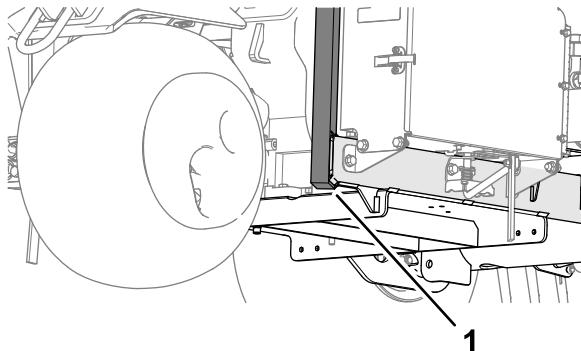

図 127
3. 機体前部のホイールサポートアームの下にジャッキを確実に置く**図 127**。